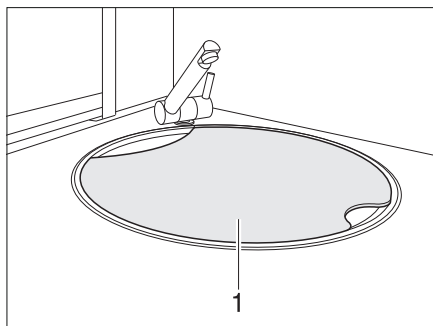

Fig. 11 Cubierta de fregadero
- En caso de un accidente o una frenada de emergencia la cubierta de fregadero (Fig. 11,1) puede causar lesiones a los ocupantes del vehículo. Antes de comenzar el viaje tomar la cubierta de fregadero y guardarla segura en el bloque de cocina o en el armario ropero.